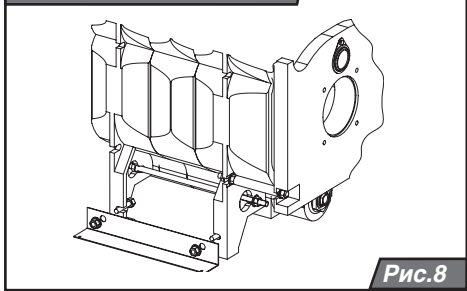

Рис.8
- B: В отверстия (рис. 8), находящиеся около ножек корпуса котла, винтами M8 12 закрепите обе консоли (8), используя при том соответствующие засечки.